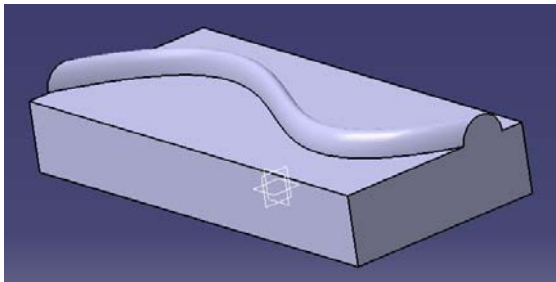

图 3-58
(5) 对话框的 Profile 栏中用鼠标选择圆, Center curve 栏中用鼠标选择 Spline 后, 点击 OK 键, 产生如图 3-58。